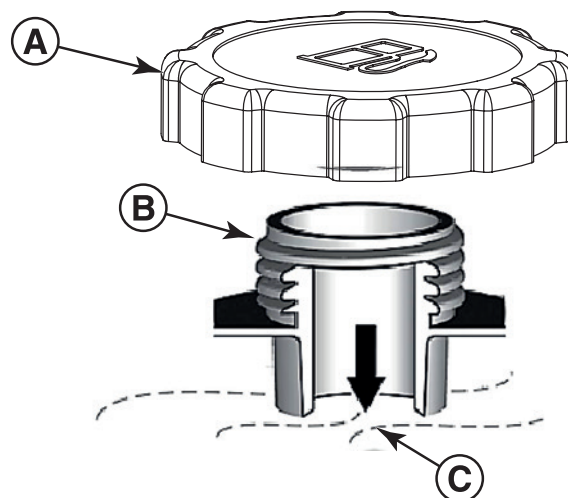

Рис. 5
2. Снимите крышку топливозаправочного патрубка (А, Рис. 5).